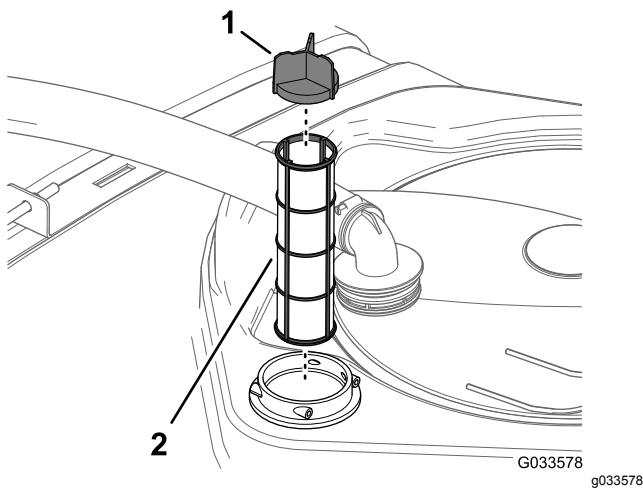

Figure 47
4. Sortez la crépine d'aspiration du logement du filtre dans le réservoir (Figure 47).